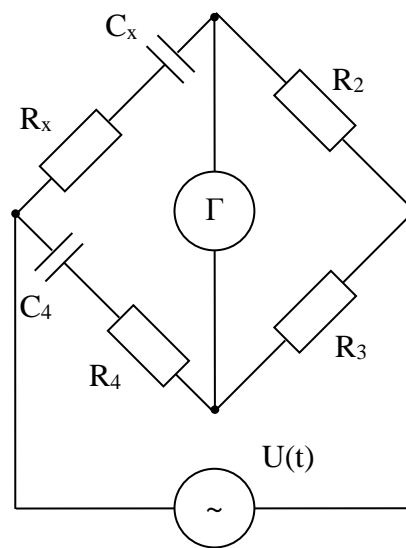

Рис. 9.
23. Определить емкость  $C_x$  и тангенс угла потерь  $\text{tg}\delta_x$  конденсатора, если измерение выполнялось по схеме моста (рис. 9) на частоте  $1000 \text{ Гц}$  и плечо множителя  $R_2 = 1 \text{ кОм}$ ; плечо отсчета  $R_3 = 500 \text{ Ом}$ ; регулируемое сопротивление  $R_4 = 10 \text{ Ом}$ ; емкость образцового конденсатора  $C_4 = 0,1 \text{ мкФ}$ .